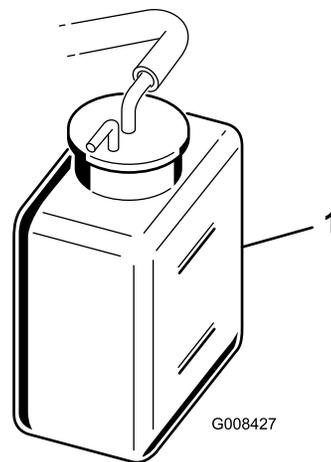

図 31
2. 冷却液の量を点検する (図 31)。エンジンが冷えている状態で、補助タンク側面についている 2 本のマークの間であれば適正である。